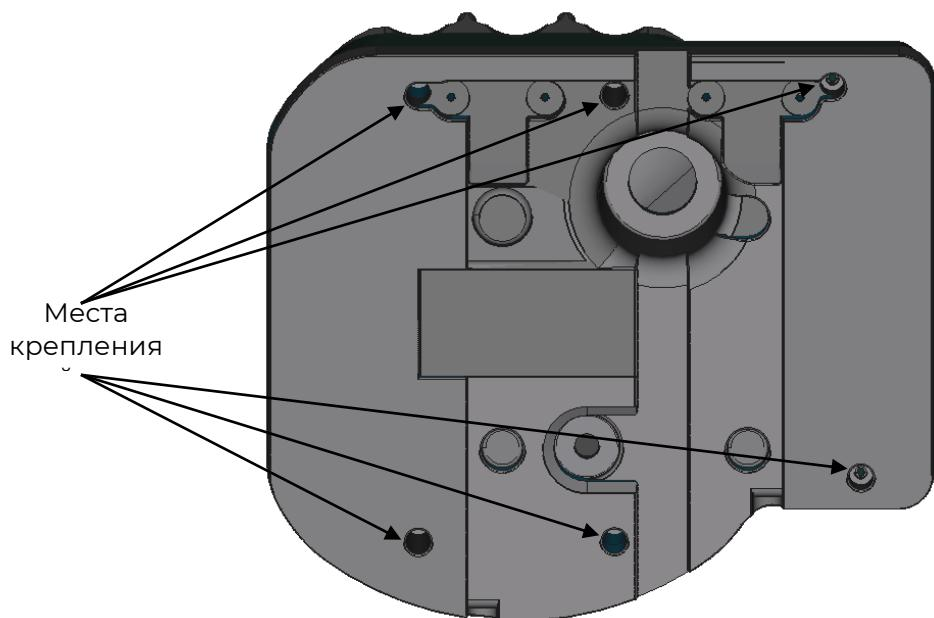

Рисунок 7 – Места крепления задней крышки
- 7) Открутите винты на задней крышки считывателя (см. рисунок 7), снимите заднюю крышку.
- закрепите заднюю крышку с помощью винтов (см. рисунок 7). Важно проконтролировать, чтобы в процессе затягивания винтов уплотнительная резинка не выдавилась из специальной выемки. Поэтому, затягивать винты на задней крышке следует осторожно, поочерёдно подкручивая каждый винт.
- открутить винты на задней крышке считывателя и снять заднюю крышку (см. рисунок 7);